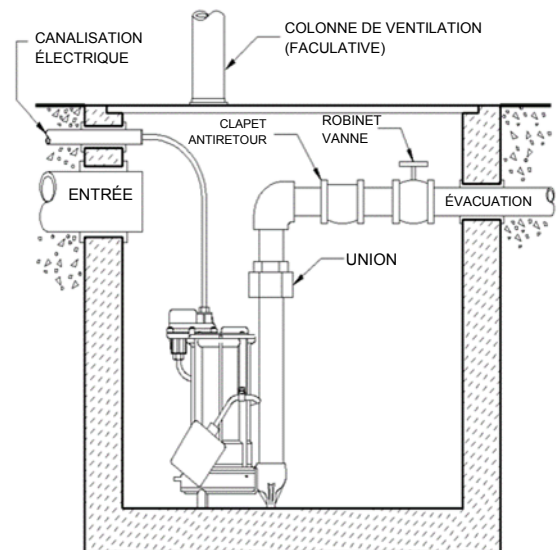

Fig. 2 – Installation type du système à une pompe
- A. **Systèmes simples (une pompe) (voir fig. 2) :** Mettre la pompe en place en assurant suffisamment de dégagement du flotteur par rapport à la paroi latérale du bassin. Le flotteur doit pouvoir **se déplacer librement sur tout son parcours**, sans contact avec le corps de la pompe, la tuyauterie ou tout autre objet. Lorsqu'on utilise un dispositif de commande facultatif ou un flotteur, suivre les directives d'installation qui accompagnent le dispositif facultatif. Raccorder le tuyau d'évacuation à la sortie fileté de la pompe. **IMPORTANT : NE PAS INSTALLER DE TUYAU D'ÉVACUATION D'UNE DIMENSION INFÉRIEURE À LA SORTIE DE LA POMPE.** Communiquer avec Liberty Pumps ou un autre spécialiste pour toute question au sujet des dimensions de tuyaux et débits adéquats. Installer le couvercle du bassin, en s'assurant qu'il est bien étanche.